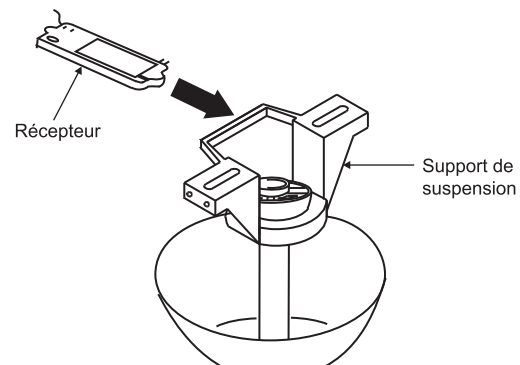

Fig. 12
Étape 1. Insérez le récepteur dans le support de montage au plafond avec le côté plat du récepteur face au plafond. (Fig. 12) Pour optimiser la performance, assurez-vous que l'antenne noire, à l'extrémité du récepteur, reste étendue et qu'elle n'est pas emmêlée avec les fils électriques.